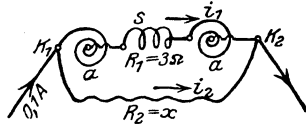

Abb. 22.
90. Es soll ein 1Ω miges Weston-Galvanometer mit der Konstanten $C = \frac{1}{1000}$ gebaut werden. Leider stellt sich heraus, daß der Widerstand der beiden Federn aa (Abb. 22) und der Spule s bereits $3 [2,5] (2,8) \Omega$ beträgt. Man muß daher parallel zu diesem Widerstand einen Widerstand R_2 legen, so daß der Kombinationswiderstand beider 1Ω ist.